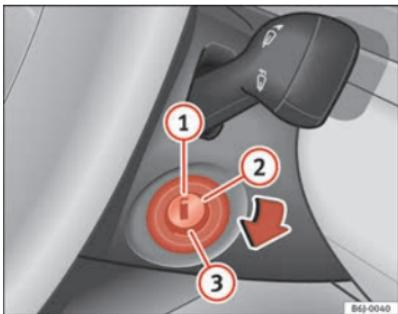

Fig. 96 Posiciones de la llave de contacto
En esta posición ⇒ página 141, fig. 96 el encendido y el motor están desconectados pudiéndose bloquear la dirección.
- Gire la llave de contacto hasta la posición ⇒ página 141, fig. 96 ②. El testigo ⑩ se encenderá en caso de precalentamiento del motor.
- En cuanto se apague el testigo, gire la llave de encendido a la posición ③ para poner en marcha el motor y no pise el acelerador.
- Gire la llave de contacto a la posición ⇒ página 141, fig. 96 ①.